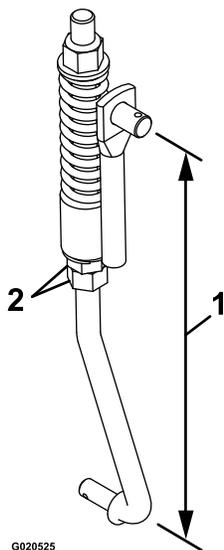

Рисунок 58
8. Отрегулируйте длину рычажного механизма с помощью 2 гаек в нижней части вертикального пружинного узла (Рисунок 58).